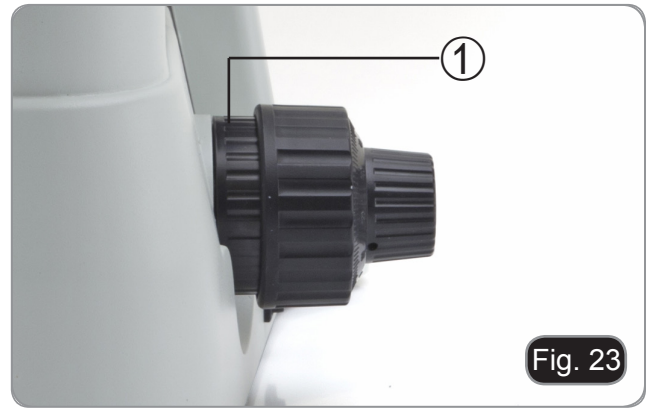

Fig. 23
1. Per modificare la tensione in base alle preferenze personali ruotare la ghiera ①. (Fig. 23)